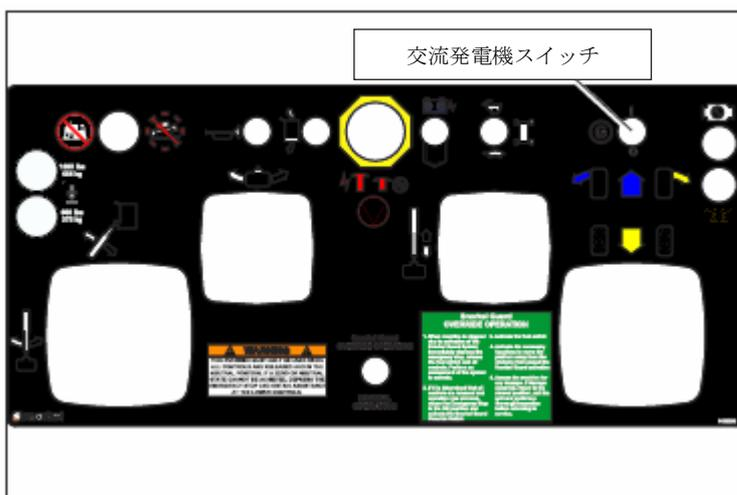

図 8.9 - 上部操作盤
電源コンセントに電力を供給するには、エンジンを始動し、本機/発電機スイッチ（図8.9を参照）を発電機位置にしてください。
3. 上部操作盤からエンジンを始動し、本機／発電機スイッチ（図 8.9 を参照）を発電機位置にしてください。